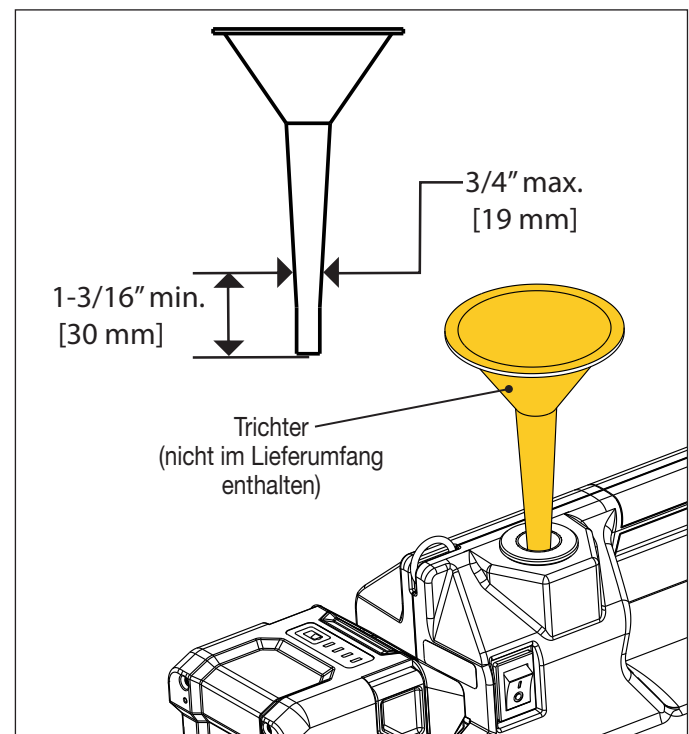

Abbildung 14: Öl mithilfe eines Trichters nachfüllen
6. Setzen Sie einen Trichter (maximal 19 mm [3/4"] Schaftaußendurchmesser und mindestens 30 mm [1-3/16"] lang) durch die Einfüllöffnung in den Öleinfüllstutzen ein. Siehe Abbildung 14.